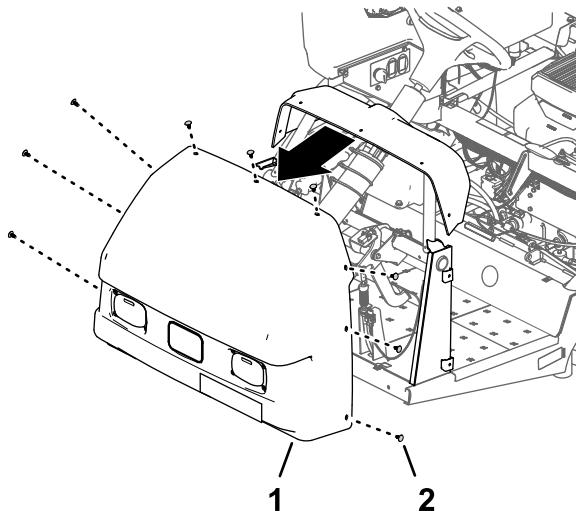

Figura 13
2. Retire os nove fixadores de pressão que prendem o capot ao painel de instrumentos e chassis da máquina (Figura 13).
3. Retire o capot da máquina (Figura 13).